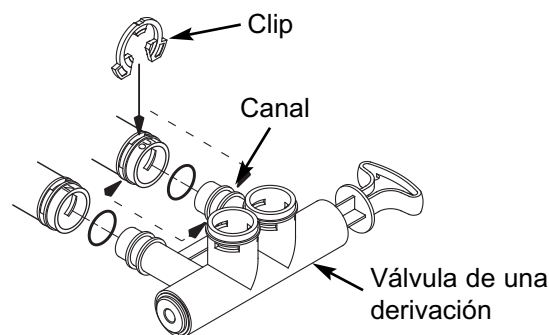

FIG. 9
5. Empuje la válvula de una derivación en la válvula del ablandador hasta donde llegue. Fije los dos clips grandes de soporte en su lugar, desde arriba hacia abajo, tal como se muestra en las Fig. 9 y 10.